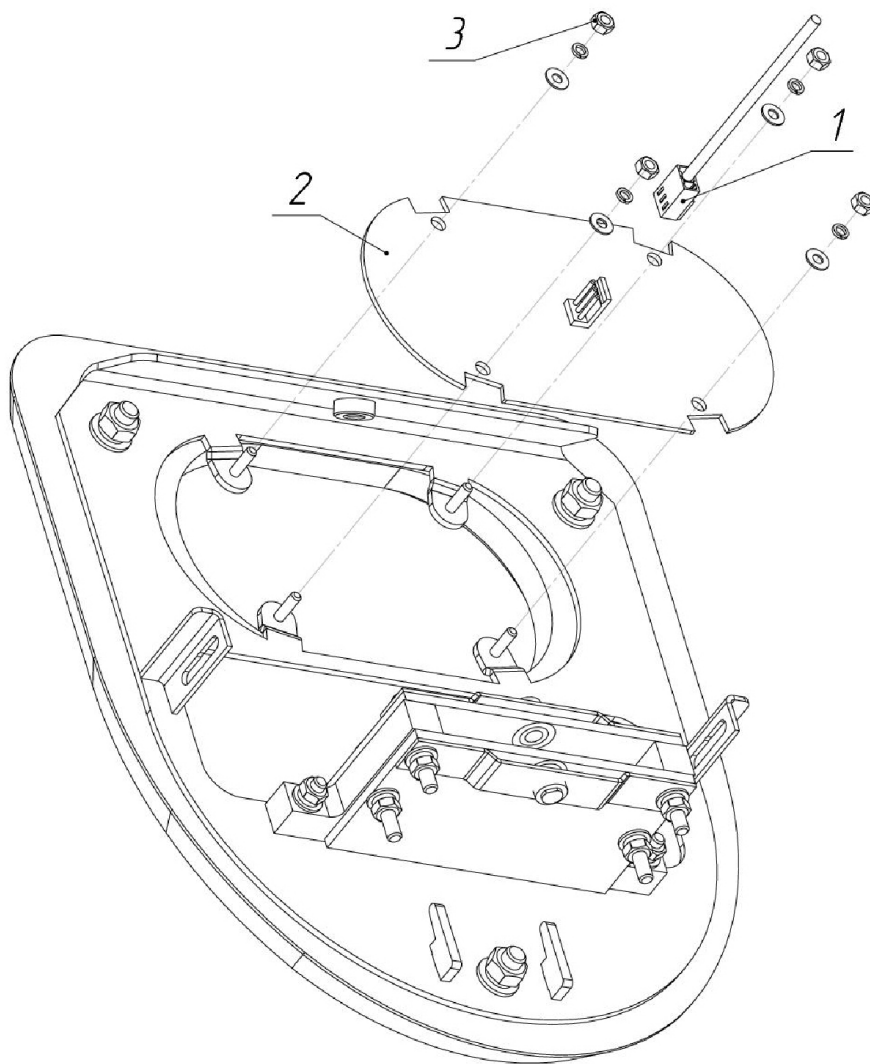

Рис. 8. Схема установки платы индикации
6.2. Отсоедините разъем кабеля (1, рис.8) от платы индикации (2, рис.8).
6.3. Открутите 4 гайки М3 (3, рис. 8), снимите гроверы и шайбы.